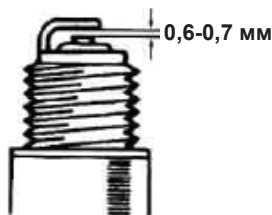

Рис.5. Регулировка зазора в свече зажигания
8.2.4. Проверить зазор между электродами, который должен быть в пределах 0,6 – 0,7 мм, см.рис.5.